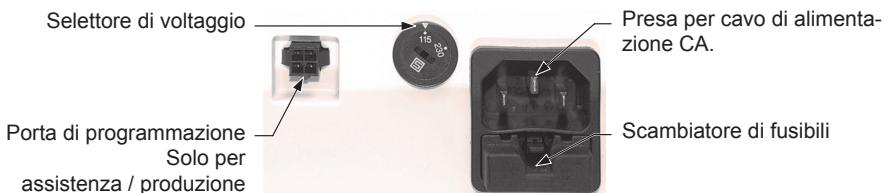

Fig. 2 - Retro del dispositivo
1. Disimballare la console e verificare che il selettore di voltaggio sia impostato sulla tensione corretta. Utilizzare la posizione 115V per tensioni 110-120V 60Hz e la posizione 230 V per tensioni 220-250V 50Hz. Collegare sempre l'unità prima di cambiare i fusibili o di regolare il selettore di tensione. Per cambiare la tensione, utilizzare un cacciavite a testa piatta per ruotare il selettore di voltaggio sul retro della console alla corretta impostazione di tensione. Per cambiare la tensione, sostituire il fusibile in modo da far combaciare la tensione (Vedere "SPECIFICHE", pagina 36). Sostituire con fusibile lento da 0,3 A, 230/250 V (0,6 A per 115 V). Per la sostituzione, premere sulla clip di plastica nera del fusibile, estrarre e sostituire con il fusibile corretto. Vedere Fig. 2.